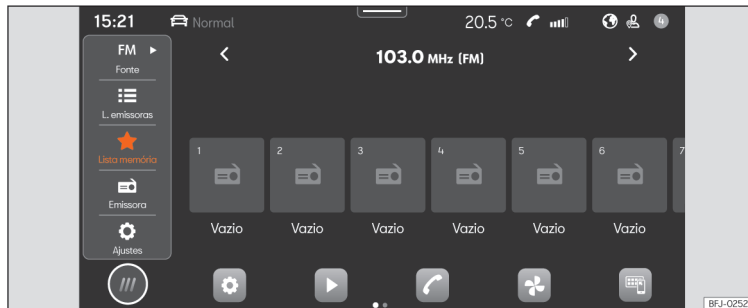

Fig. 138 Esquema: Vista Rádio.
- Pressione **HOME** > > Fig. 138.